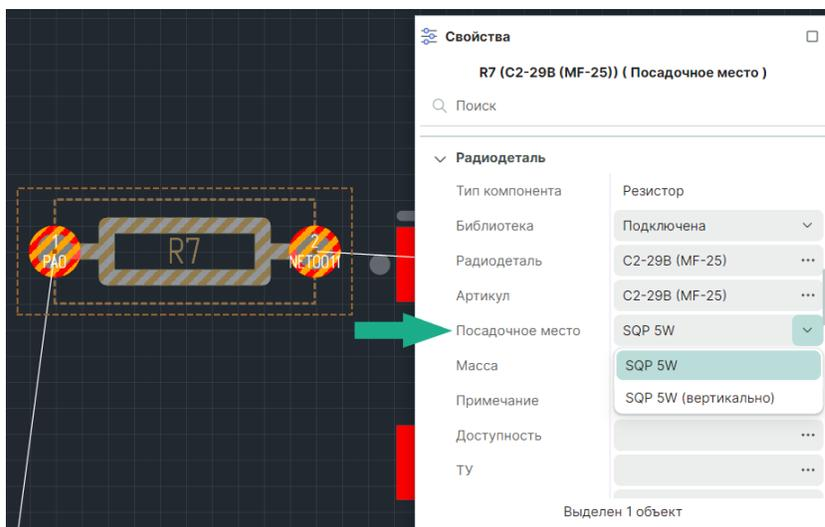

Рис. 168 Выбор посадочного места
1. Перейдите в функциональную панели «Свойства» → «Радиодеталь» → «Посадочное место», выберите нужное посадочное место из выпадающего меню, см. Рис. 168.